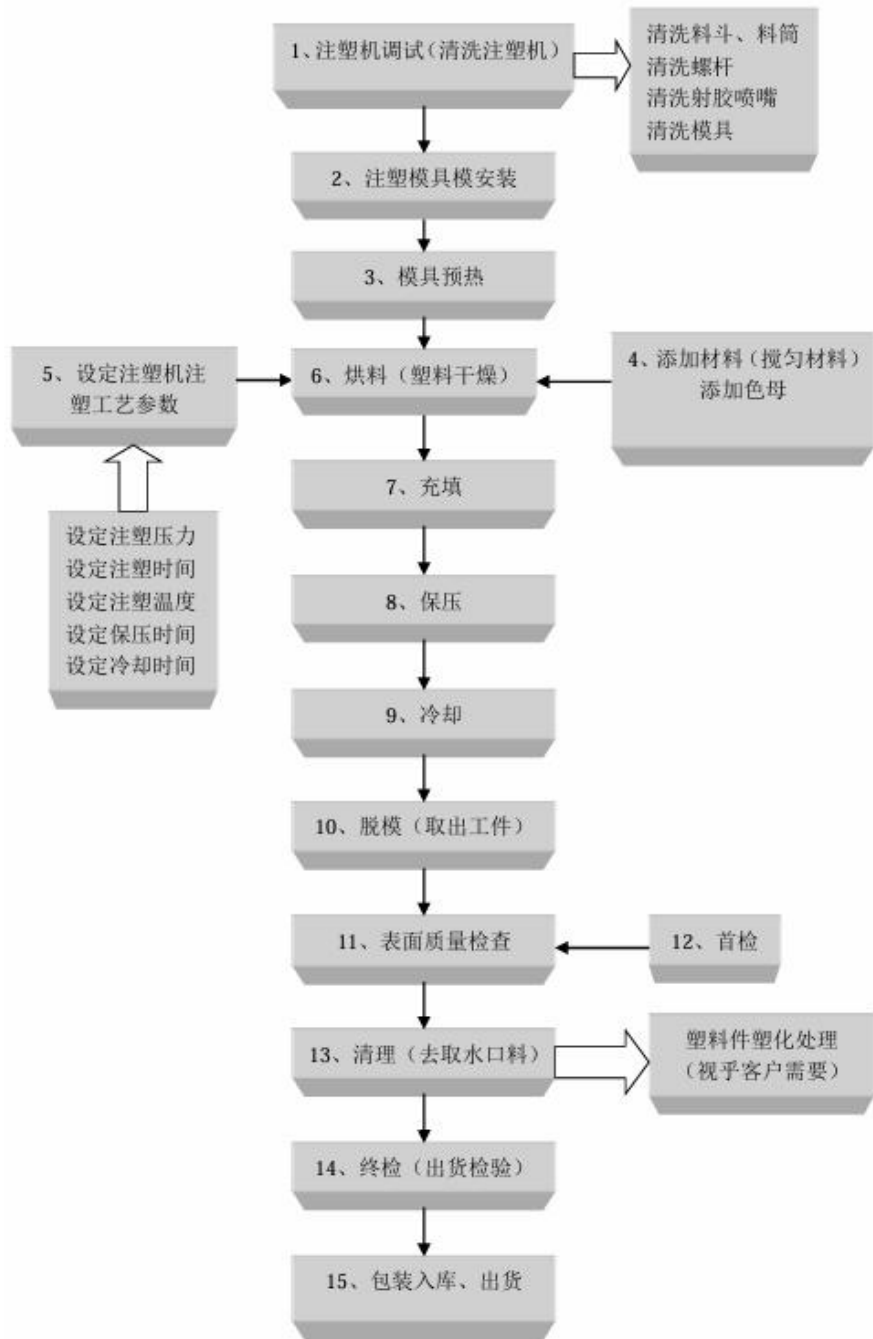

图 A.1 汽车注塑零部件生产工艺流程图
汽车用注塑零部件生产主要包括注塑机调试与清洗、模具安装与预热、材料准备与添加、注塑成型、脱模、质量检查等工序，具体过程见附图A.1。
A.1 汽车注塑零部件生产工艺流程图如图 A.1 所示。